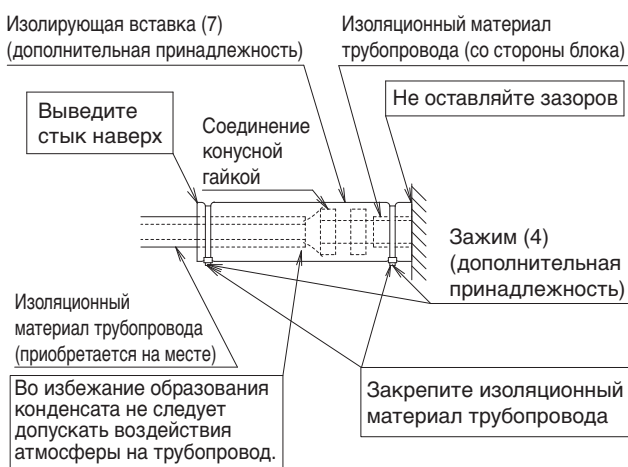

Рис. 15
- После проверки на предмет протечки, см. **рис. 15**, изолируйте соединение газового и жидкостного трубопровода с помощью прилагаемого соединительного изоляционного материала (6) и (7), чтобы предотвратить воздействие на трубопровод. Затем зафиксируйте оба конца изоляционного материала зажимом (4).
- Оберните изоляционный материал (маленький) (9) вокруг изолирующей вставки (6) (секция с конусной гайкой) только со стороны газового трубопровода.
- Стык изоляционных вставок (6) и (7) следует вывести наверх.